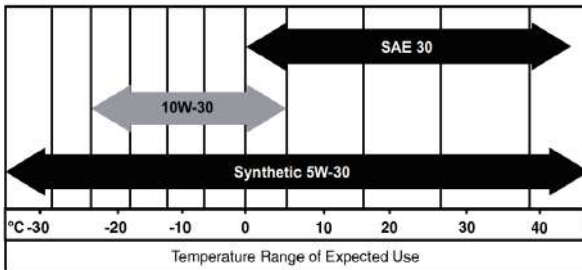

abb.18
- Verwenden Sie 5W-30 Viertakt-Motoröl. Beachten Sie Abb. 18 für den Temperaturbereich der voraussichtlichen Verwendung.